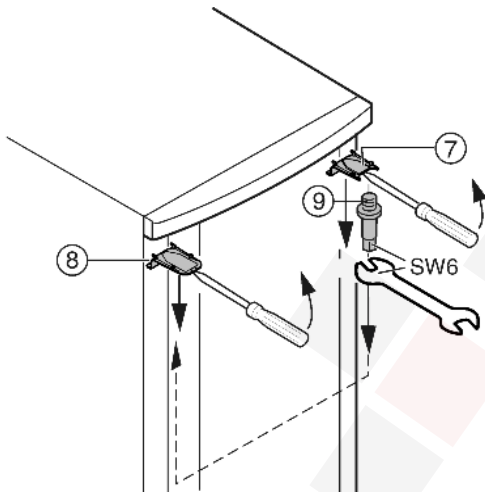

Fig. 7
- Fenn a Fig. 7 (7) és a Fig. 7 (8) fedelet pattintsa ki egy csavarhúzó segítségével, és ferdén lefelé távolítsa el.
- Csavarja ki a tartócsapot Fig. 7 (9) és az ellenkező oldalon csavarja be **4 Nm-es nyomatékkal**.
- A fedelet Fig. 7 (7) szerelje vissza a tartócsap oldalára: hátul illessze be és elől pattintsa be.
- A fedelet Fig. 7 (8) az ellenkező oldalon szerelje fel: hátul illessze be és elől pattintsa be.
- Az ajtó felül függeszse a tartócsapra Fig. 7 (9).